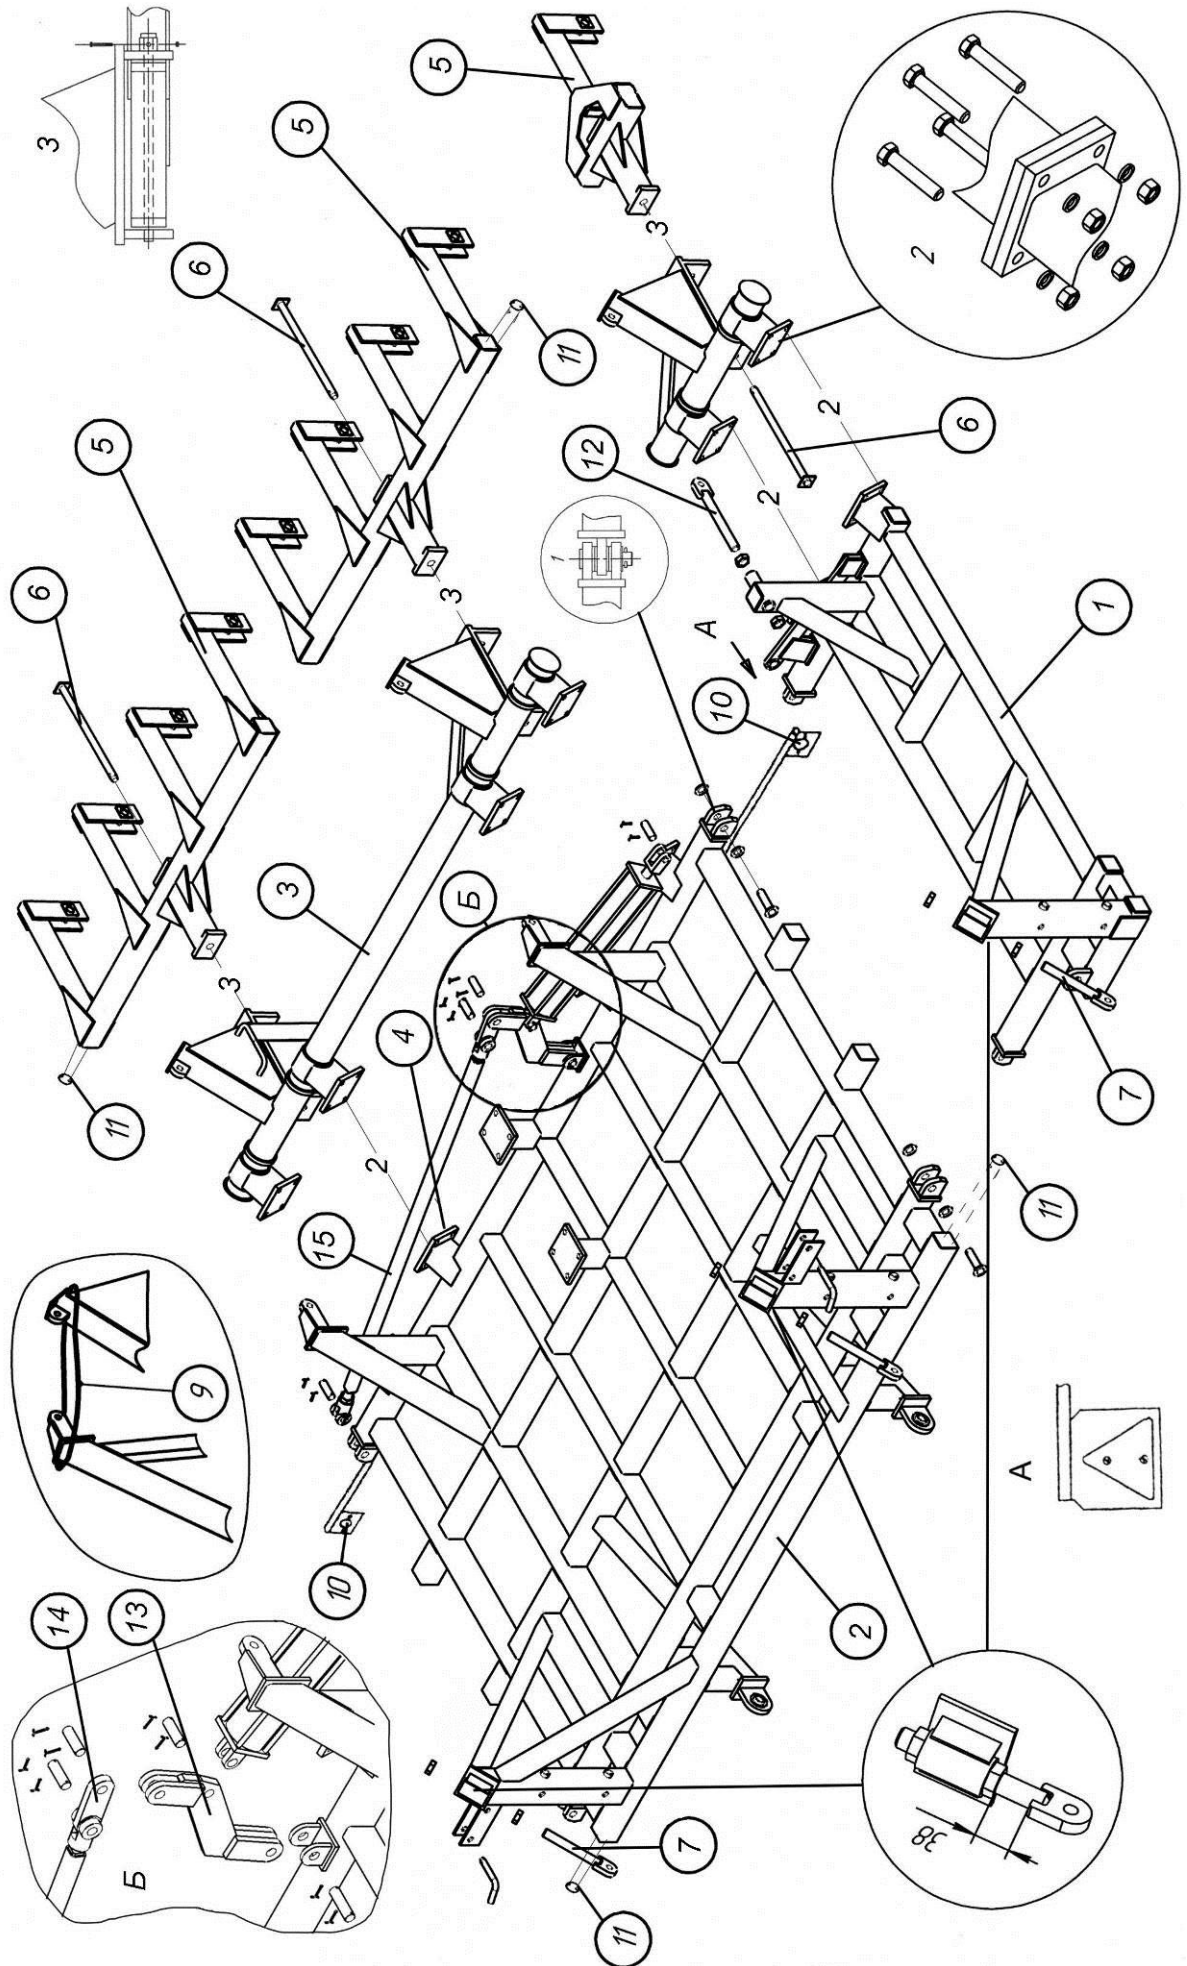

Рис. 4.1.3. Сборка рам, поворотных валов и подвески прикатывающих колес ПК-6,1
4.1.9. Для ПК-6,1 установите рычаг 13 (зав.№2012-22.00.00) на вилку главной рамы с помощью пальца Ø32х130 (зав.№2012-00.00.01), шайб Ø33мм и шпилек (рис.4.1.3). Роль кулис на ПК-6,1 выполняет серьга 14 (№ 2012-24.00.00). Закрепите ее на рычаге 13 с помощью пальца Ø32х98 (зав.№ 2012-21.20.02). Установите тягу 15 с помощью пальцев Ø32х98 и шпилек. Одну проушину тяги 15 (№ 2012-21.00.00) зацепить за серьгу 14, другой – за кронштейн крыловой рамы.